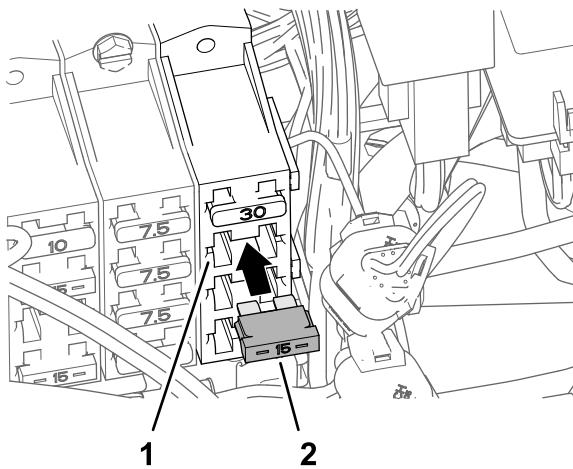

图193
6. 将保险丝 15A 插入保险丝盒 3 的保险丝槽 2 直至保险丝完全到位 图 193。